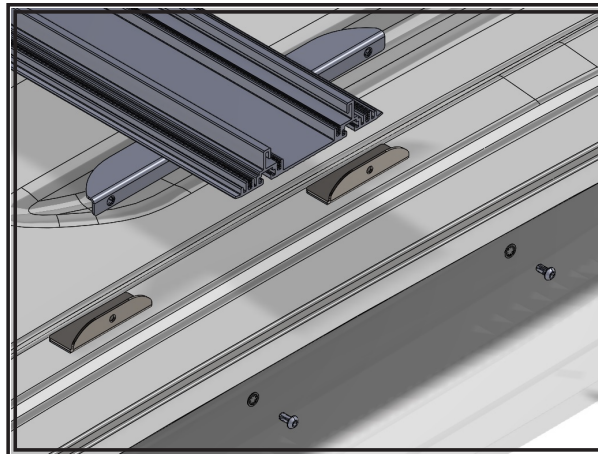

Figure 2
4. Retirez les 4 vis à tête ronde de 6,4 mm-20 (1/4 po-20) et les rondelles en étoile du support de montage et mettez-les de côté. Retirez la barre lumineuse (avec les supports toujours fixés) du toit du véhicule et mettez-la de côté; Voir la Figure 2.